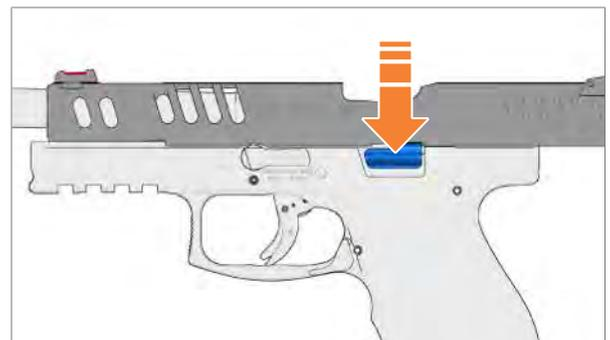

Abb. 20: Verschlussfanghebel nach unten drücken
- › Verschlussfanghebel nach unten drücken (Abb. 20). Der Verschluss schnellt nach vorne.